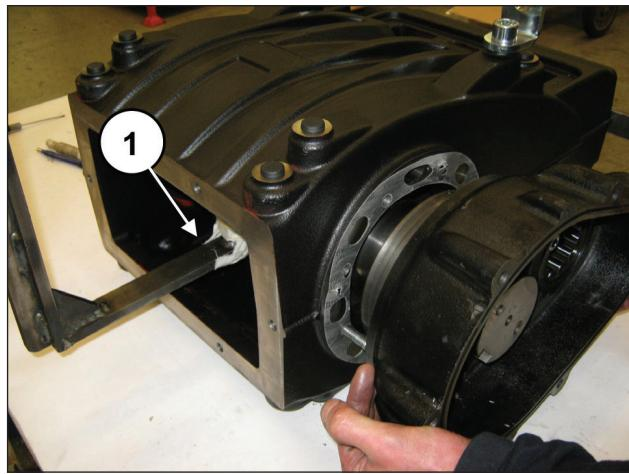

Рис. 25
Снимите корпус, поддерживая вал во избежание повреждений (поз. ①, Рис. 25).